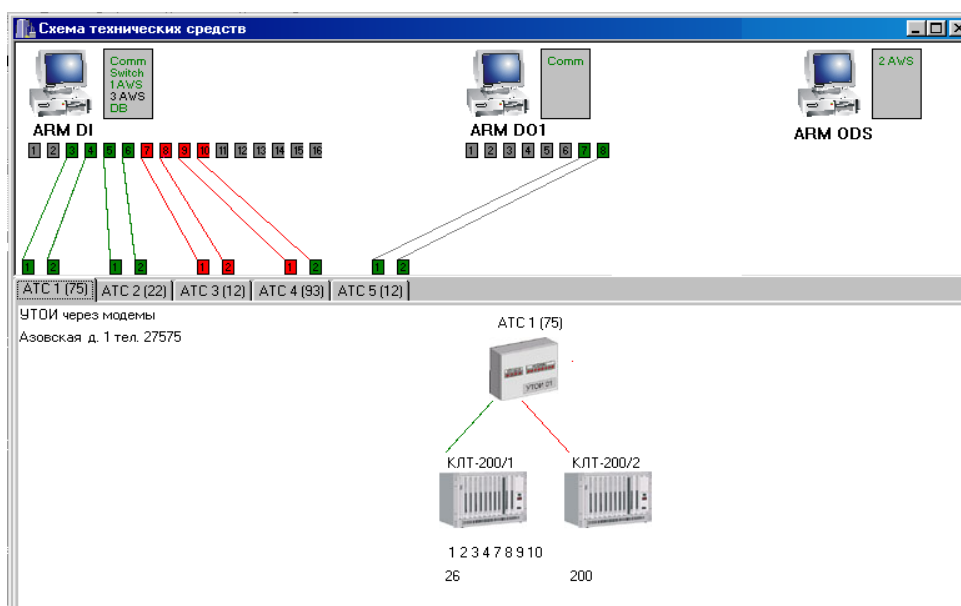

Рисунок 43
3.8.2 Для просмотра схемы ТС необходимо войти в меню «Файл/Схема технических средств» (рисунок 43).